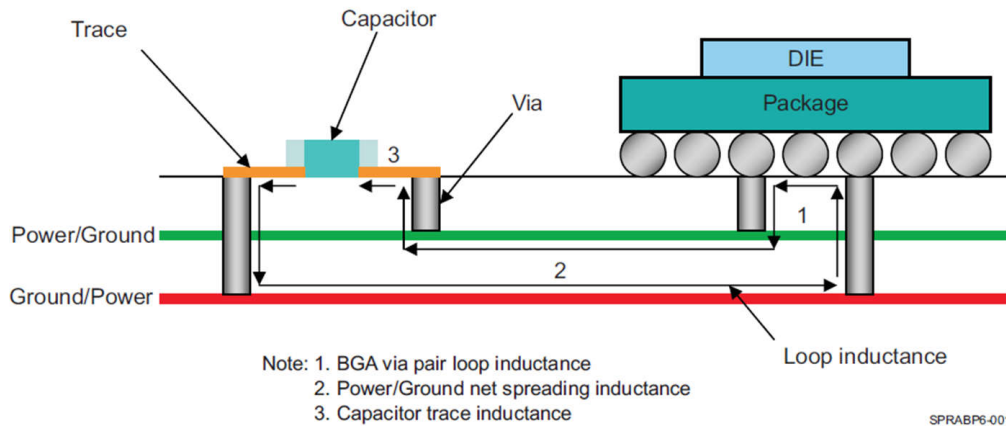

图 2-1. 通过优化 PCB 中的层分配来更大限度地减小环路电感
- 使电源平面和接地平面对尽可能靠近 PCB 顶部和底部表面 (请参阅图 2-1)。这有助于更大限度地减小去耦电容器、过孔和电源/接地层对的相关环路电感，从而扩展环路电感。
除了与在 PCB 上放置电容器相关的贴装电感和电阻外，去耦电容器的有效性还取决于电容器相对于负载的扩散电感和电阻。扩散电感和电阻在很大程度上取决于 PCB 堆叠中的层分配（请参阅图 2-1）。